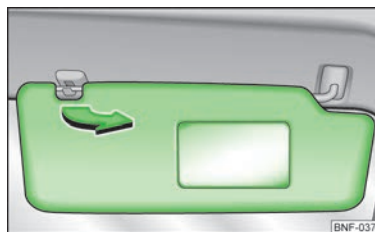

Bild 29
- Dra loss solskyddet ur fästet och vrid det mot dörren i riktning » bild 29.